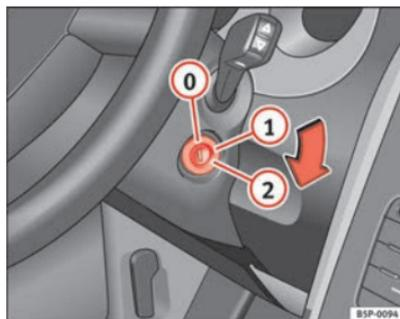

Fig. 138 Posições da chave da ignição
Nesta posição, ⇒ fig. 138 a ignição e o motor estão desligados, podendo bloquear a direcção.
- Rode a chave da ignição para a posição ⇒ página 172, fig. 138 . O aviso  acender-se-á em caso de pré-incandescência do motor.
- Rode a chave da ignição até à posição ⇒ página 172, fig. 138 .